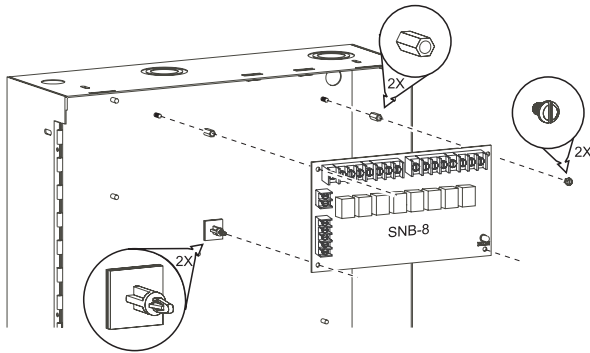

Figura 4
(Consulte a Figura 4):
2. Coloque os dois suportes plásticos de encaixe nos dois orifícios inferiores da placa SNB-8 (Veja Figura 4). Tire o plástico do fundo para mostrar o adesivo.